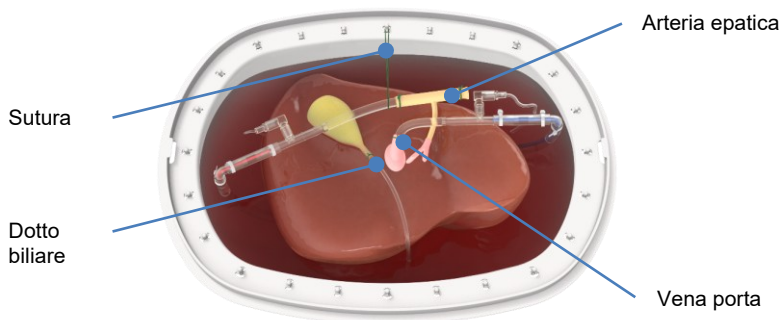

Figura 27 Incannulamento dell'arteria epatica e della vena porta
- Rimuovere l'ossigenatore del circuito HA (Figura 9, voce 18) dal supporto (Figura 8, voce 37) e inclinarlo in modo che il connettore di uscita dell'acqua, identificato dalle bolle d'aria che si allontanano dall'ossigenatore, sia posizionato sopra rispetto al connettore di ingresso dell'acqua (vedere la Figura 27). Ciò consente all'aria intrappolata di risalire nei tubi termici. Evitare di piegare i tubi termici per non limitare il flusso. Non tirare il cavo del sensore di temperatura. Se necessario, rimuovere temporaneamente il sensore di temperatura dall'ossigenatore per facilitare l'inclinazione.
- Per collegare il fegato del donatore al Liver Assist Perfusion Set (RIF 11.401), è necessario incannulare la vena porta e l'arteria epatica (Figura 27).
- Una sutura può essere fissata al bordo del serbatoio e alle cannule, per garantire il corretto posizionamento delle cannule e ottenere una perfusione ottimale (Figura 27).